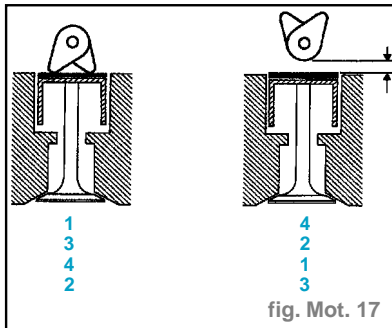

fig. Mot. 17
- Placer les soupapes du cylindre concerné en position fin échappement début admission et vérifier le jeu. (fig. Mot. 17)